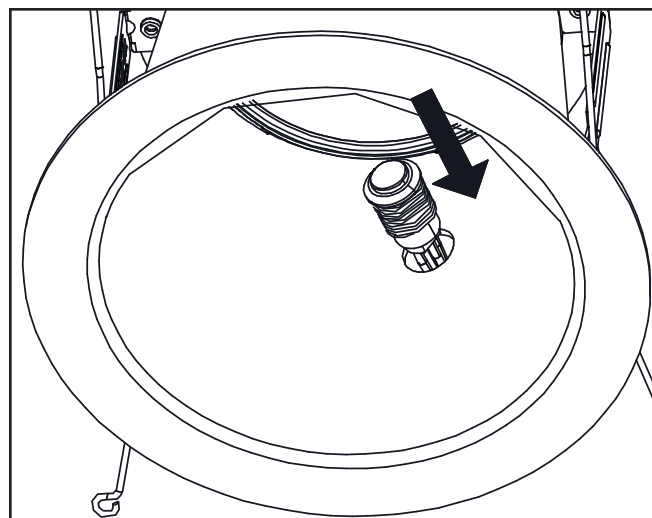

Figure 3.
2. Retirez l'écrou hexagonal de l'interrupteur d'essai et installez l'interrupteur d'essai sur la garniture (Figures 3 et 4.)